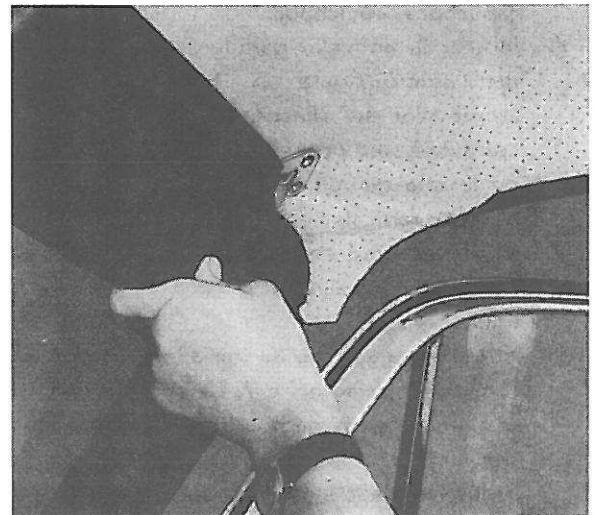

Figure 71. Remontage du pare-soleil
6. Remonter le plafonnier, les pare-soleil, le rétroviseur et les enjoliveurs du pare-brise, figure 71.
10. Remonter les pare-soleil, figure 71.
11. Bien tendre la garniture sur les attaches le long du toit. Ceci se fait en prenant les nervures à tour de rôle et en commençant par la première nervure, ensuite la deuxième et ainsi de suite. Pousser la garniture **directement vers le haut** afin d'éviter la formation des plis devant le pare-brise et la lunette arrière. Ne pas tendre la garniture sur toute la longueur du toit, mais laisser un petit bout aux coins avant, figure 71.